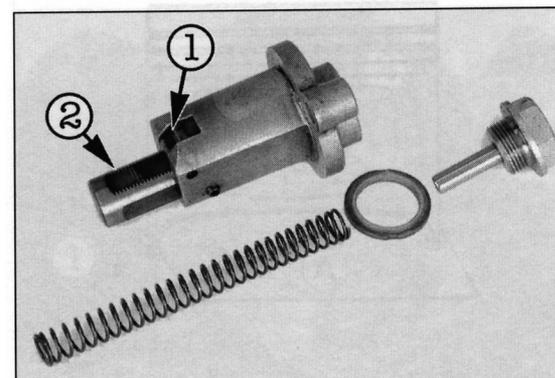

Bild 197
- Vor Einbau des Kettenspanners, Verschluss-schraube ausdrehen, O-Ring abnehmen und Sperrklinke ① Bild 197 lösen. Druckstange ② in Gehäuse drücken und mit Schraubendreher im Uhrzeigersinn drehen, bis sie 10 mm Überstand über Gehäusekante hat.